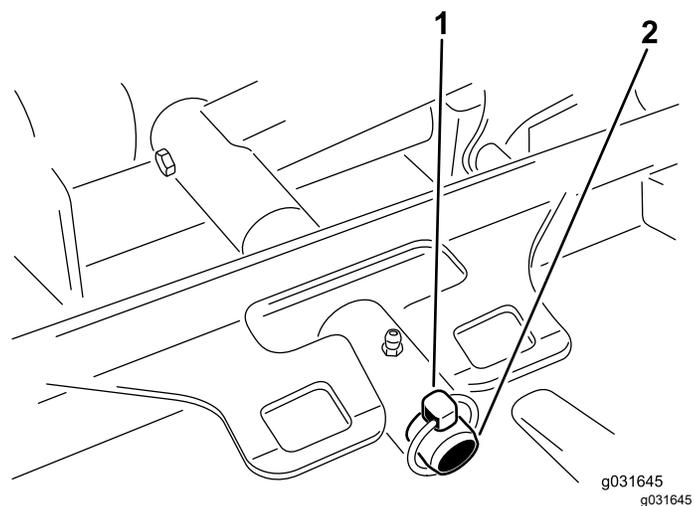

图 68
3. 卸下将滚刀组承载架固定至提升臂枢轴销的保险销或锁紧螺母 图 68。
3. 将滚刀组承载架滑到提升臂枢轴销上并用保险销或锁紧螺母固定 图 68。